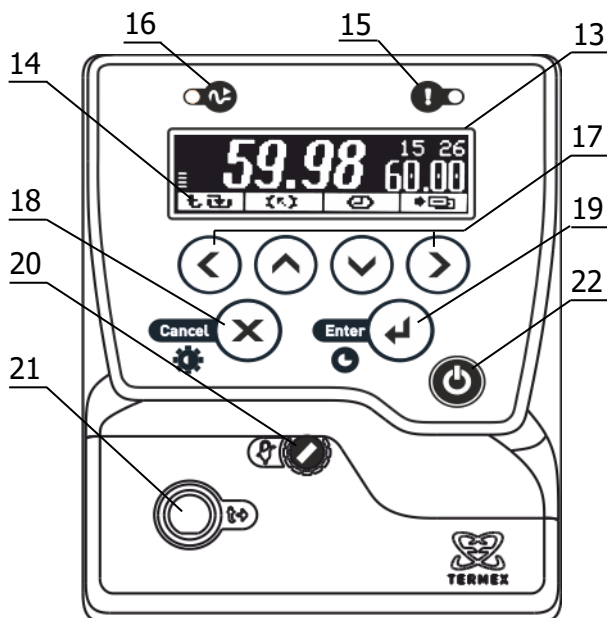

Рисунок 2 – Лицевая панель
Система безопасности блоков регулирования отключает двигатель насоса и нагреватель при срабатывании хотя бы одной из защит или неисправности датчика температуры (1.2.13). При срабатывании системы безопасности раздается звуковой сигнал, загорается индикатор 15 (рисунок 2) и на дисплей 13 выводится информация о причине неисправности.
2.3.1 После подключения сетевого кабеля к электрической сети блок регулирования переходит в режим ожидания. Подключение сопровождается кратковременной подсветкой дисплея 13 (рисунок 2).
2.3.6 Для регулировки яркости подсветки или контраста дисплея нажать кнопку 18 (X), выбрать изменяемый параметр кнопками (▲) и (▼) и установить его значение кнопками (◀) и (▶). Зафиксировать изменение нажатием кнопки 19 (↩) (рисунок 2).
2.7.6 Для выбора уставки в качестве текущей кнопками (▲) и (▼) подвести к ней указатель. Значение отмеченной указателем уставки дублируется крупными цифрами в правой части дисплея. Для подтверждения выбора отмеченной уставки нажать кнопку 19 (←). Для отмены выбора нажать кнопку 18 (✕) (рисунок 2).
2.7.7 Для изменения численного значения отмеченной указателем уставки нажать кнопку (▶). На рамке, обрамляющей значение уставки в правой части дисплея, появятся «засечки», указывающие на изменяемую позицию в численном значении. Цифра в отмеченной позиции мигает. Нажатиями кнопок (▲) и (▼) установить требуемую цифру в отмеченной позиции. Если удерживать кнопку нажатой, значение уставки будет изменяться непрерывно. Нажатиями кнопок (◀) и (▶) переместить отметку изменяемой позиции. Дискретность изменения значения уставки зависит от положения изменяемой позиции: если отмечена позиция десятков, то при единичном нажатии кнопки (▲) или (▼) значение уставки изменится на 10 °С. Если отмечена позиция десятых долей, то значение уставки изменится на 0.1 °С соответственно. Закончить ввод нового значения уставки нажатием кнопки 19 (←). Для возврата к значению уставки до ее изменения нажать кнопку 18 (✕) (рисунок 2).
2.8.3 При срабатывании защиты раздается звуковой сигнал и загорается красный индикатор срабатывания системы безопасности 15 (рисунок 2). Работа насоса и нагревателя будет блокирована. На дисплее отобразится текущее состояние системы защит.